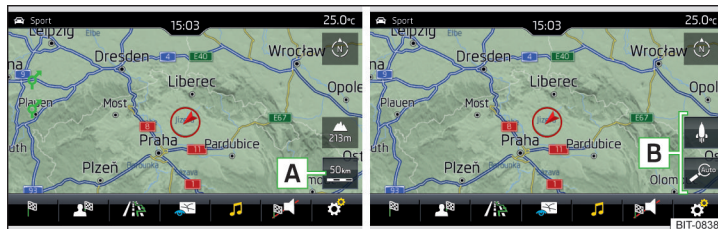

Abb. 176 Funktionsflächen für die Kartenmaßstabsänderung
► Die Funktionsfläche **A** » Abb. 176 antippen.
Im Bereich **B** » Abb. 176 werden Funktionsflächen für die Kartenmaßstabsänderung eingeleuchtet.